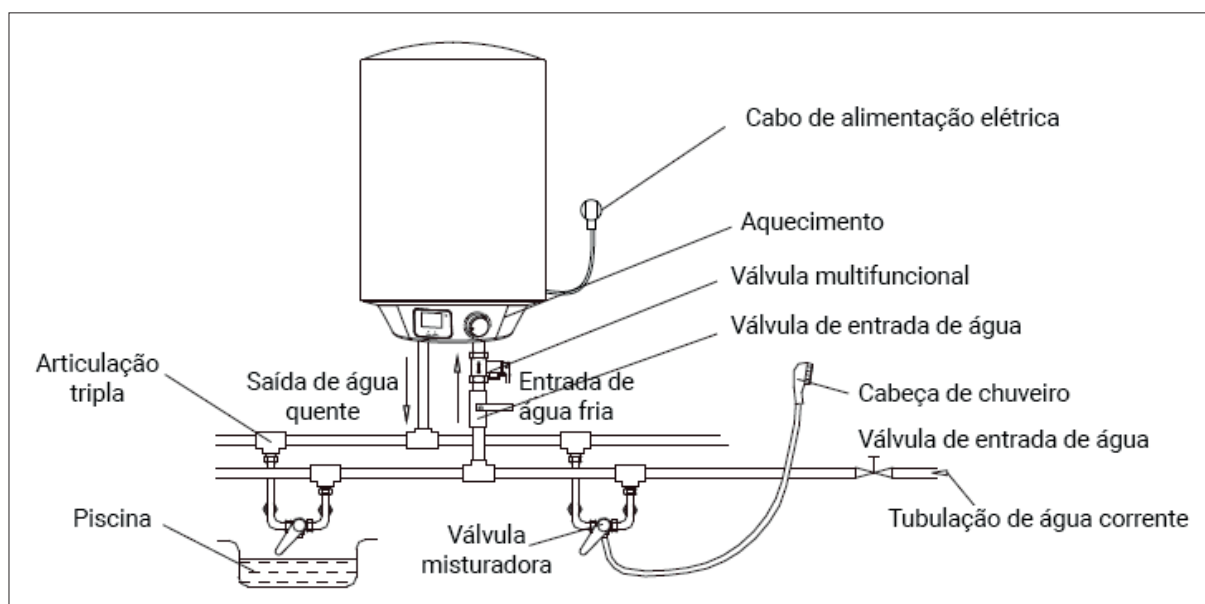

Fig.4
- Se os utilizadores pretenderem instalar um sistema de abastecimento de várias vias, consulte o método apresentado na Fig.4 para a ligação das condutas.